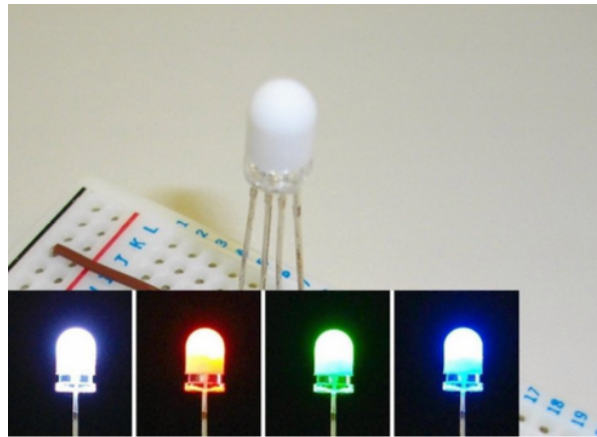

図 1: LED ダイオード
1.1 節 1.1 図 1 の電子部品（フルカラー LED OSTA5131A）を次のような点から調べなさい。